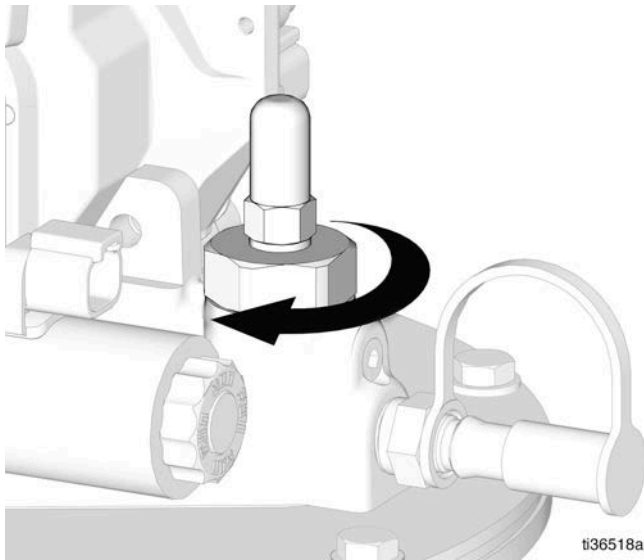

图 7
7. 拧紧紧凑型 Dyna-Star 自动加注截止阀套筒 (以 45-55 英寸 - 磅 /61-74.5 牛·米的扭力拧紧) (图 7)。